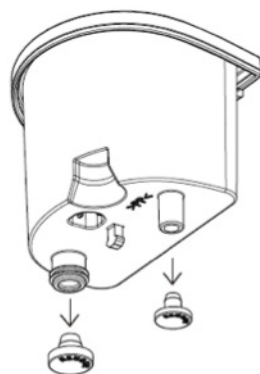

FIGURE 1
13. Ne touchez pas les surfaces marquées de ce symbole pendant ou juste après le repassage. L'appareil sera chaud! (Se reporter à la figure 1 et à la figure 2 ci-dessous).
3. Retirez le couvercle de la nouvelle cartouche anticalcaire (Figure 1).